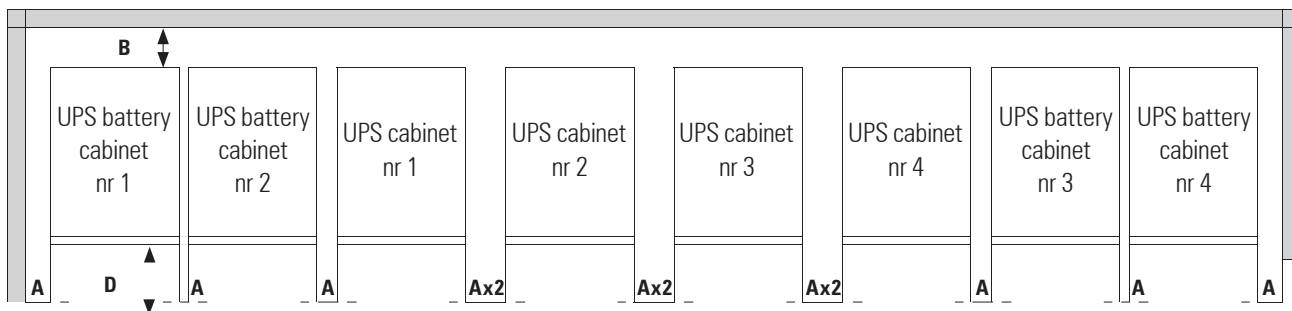

Fig. 31. Linhas de dimensão periférica mínima para o arrefecimento do sistema.
- Como i.e. a Fig. 31 mostra 4 equipamentos em paralelo com o respectivo compartimento de bateria. Para sistemas com menos unidades achem em cada caso em conformidade.